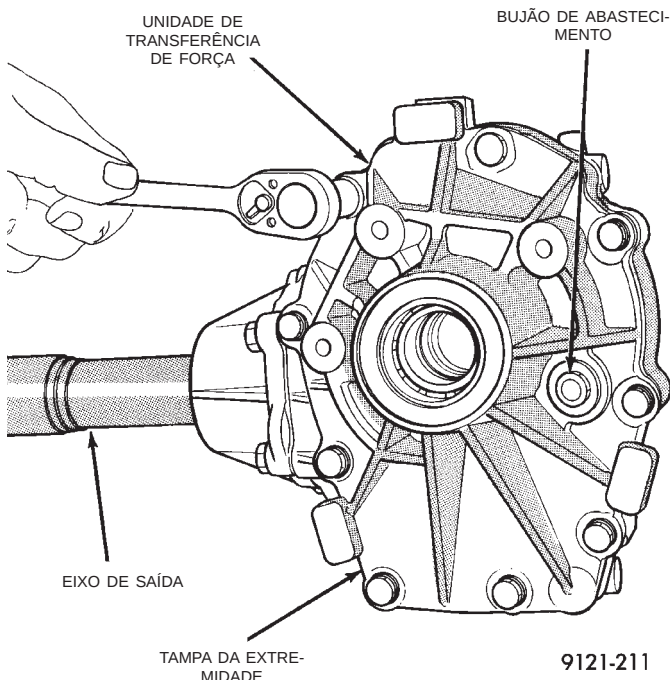

Fig. 41 Parafusos da Tampa da Extremidade
- (1) Remova a unidade de transferência de força do veículo.
- (2) Remova os parafusos da tampa da extremidade (Fig. 41).